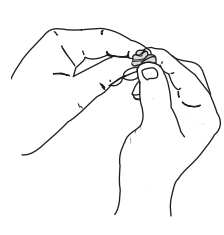

Fig. 24
- Apriete el filtro para esparcir y retirar el exceso de aceite (Fig. 24).